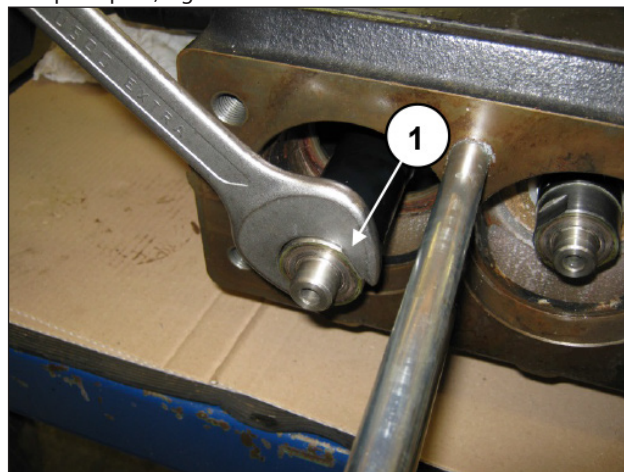

Fig. 124
L'entretoise de piston ne nécessite aucun entretien régulier. Les interventions se limitent seulement à un contrôle visuel. Pour l'extraction du groupe, procéder de la façon suivante : Après avoir démonté la culasse, libérer les entretoises comme indiqué rep. ①, Fig. 124.